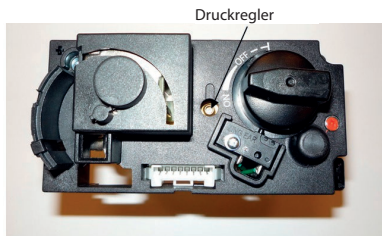

Abb. 12. Regelung des Ausgangsdruckes
3. Der Druckregler befindet sich im oberen Teil des Gehäuses des Steuergerätes. Damit sein Einstellen möglich ist, sollen Sie den Plastikstöpsel abnehmen (Abb. 12).